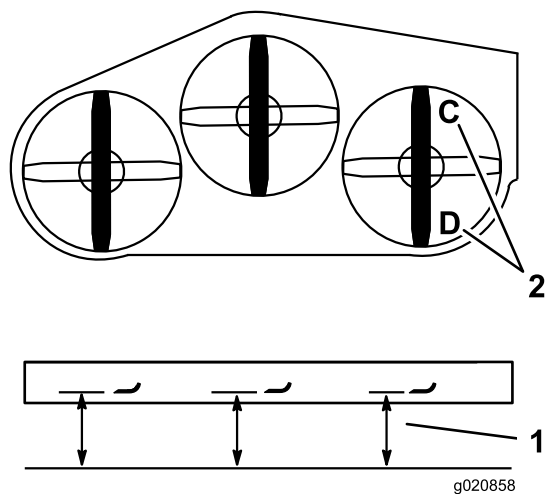

Figura 84
1. Disponete la lama destra in posizione longitudinale rispetto alla macchina (Figura 84).
2. Misurate la lama destra al punto **C** da una superficie piana fino al tagliente della punta della lama e annotate la misura rilevata (Figura 84).
3. Misurate la lama destra al punto **D** da una superficie piana fino al tagliente della punta della lama e annotate la misura rilevata (Figura 84).
4. La lama del tosaerba deve essere da 6 a 10 mm più bassa al punto **C** rispetto al punto **D** (Figura 84). In caso contrario eseguite la seguente operazione.